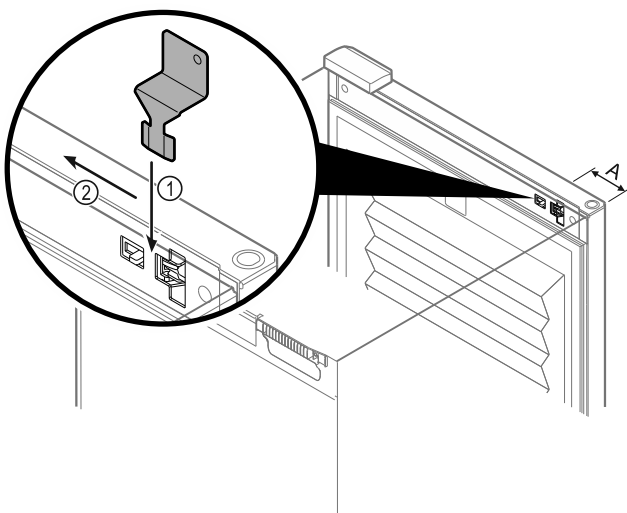

Fig. 90
- Noodontgrendelingsleutel in voorgeschreven positie positioneren Fig. 90 (A) ≈ 100mm.
- Noodontgrendelingsleutel tussen deur en apparaat er van boven helemaal insteken Fig. 90 (1).
- Noodontgrendelingsleutel richting scharnierzijde trekken Fig. 90 (2).